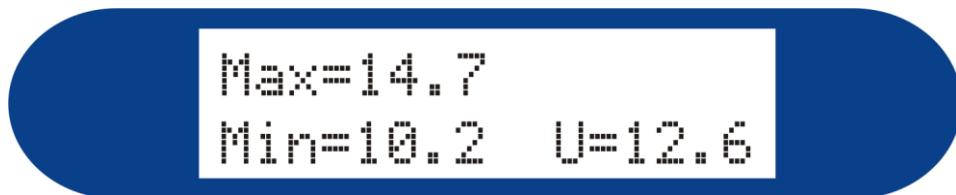

Рисунок 7
2. Нажмите и удерживайте кнопку \leftarrow , затем нажмите кнопку \rightarrow . На индикаторе установки появятся значения минимального и максимального зарегистрированного напряжения, а также текущее значение напряжения. Если перед этой процедурой производился запуск двигателя стартером, то по минимальному значению напряжения можно оценить состояние аккумуляторной батареи автомобиля (рисунок 7).